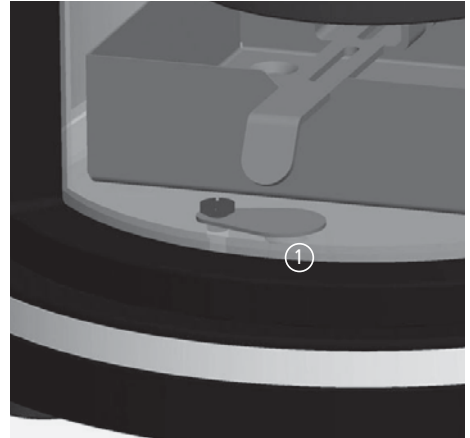

Abb. 4.6 Brennstoffwähler geschlossen, Betrieb mit Holz
Der Brennstoffwähler (Abb. 4.6 auf Seite 36, ①) ist für den Betrieb mit Braunkohlebriketts durch Drehen der Blechlasche zu öffnen. Abb. 4.6 zeigt den geschlossenen Brennstoffwähler, das ist die serienmäßige Einstellung für den Betrieb mit Scheitholz oder Holzbriketts.